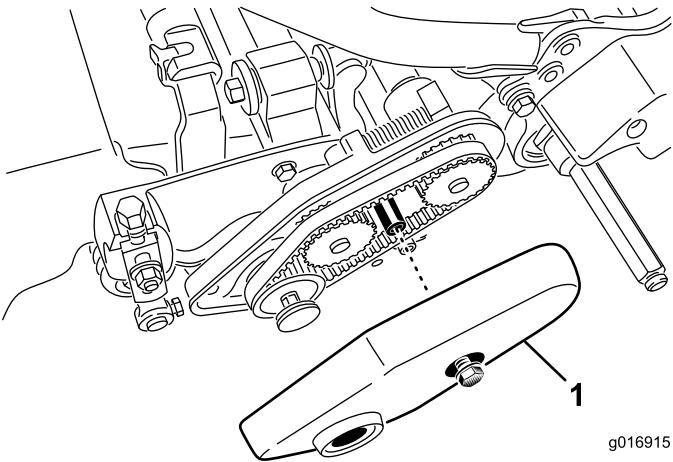

Figure 15
2. Desserrez le boulon à embase qui fixe le couvercle de la courroie et déposer le couvercle pour exposer la courroie (Figure 15).